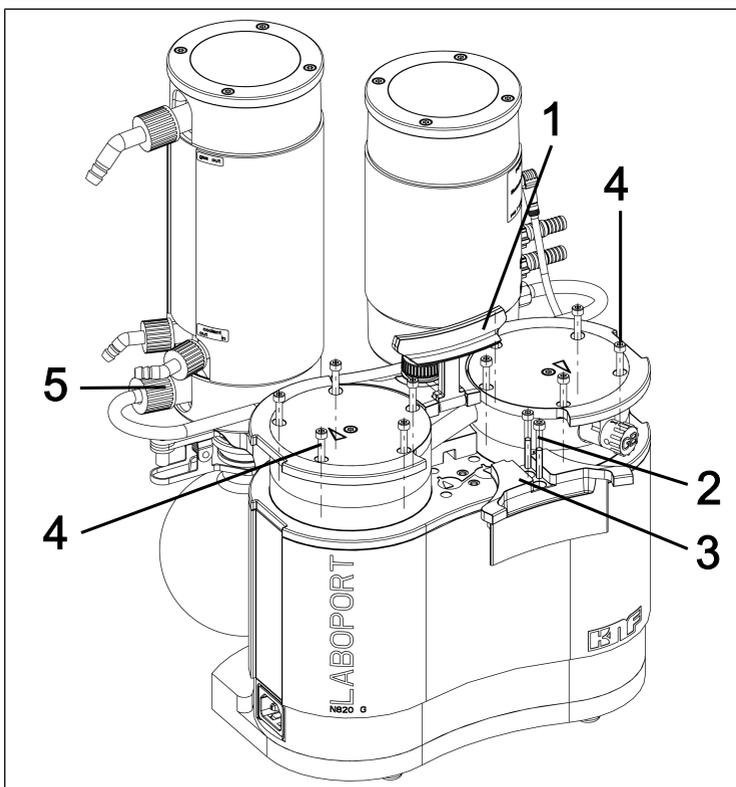
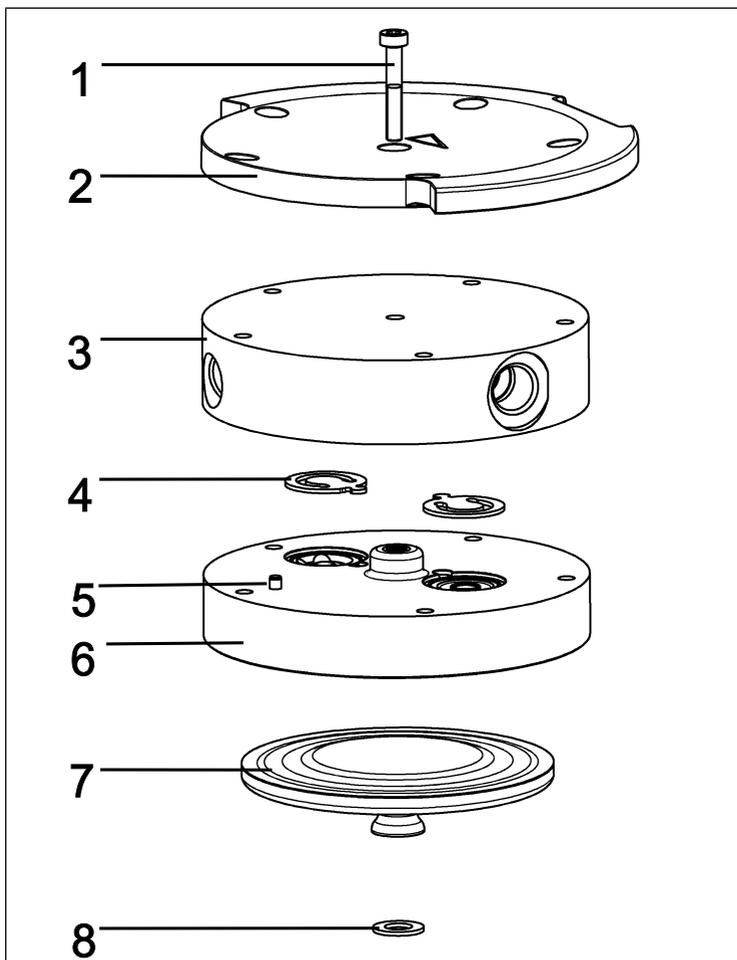

图17: 拆卸手柄面板
图18: 泵头 (图示为泵N820)
4. 从真空系统组件上松开软管连接器（5/图 17）的活接螺母。
5. 将手柄（1/图 17）调至垂直位置。
6. 松开手柄面板（3/图 17）的两个螺栓（2/图 17）。
7. 取下手柄面板（3/图 17）。
8. 松开两个泵头上的10个外部泵头螺栓（4/图 17）。
9. 从两个泵头上取下10个外部泵头螺栓（4/图 17）。
**i** 此时两个内部泵头螺栓（1/图 18）仍保持拧紧状态。
**i** 如无其他规定，以下位置编号基于图 18。
1. 用铅笔连续画线标记压力板 (2)、泵头连接板 (3) 和中间板 (6)。由此避免之后错误安装这些部件。
2. 从泵头上取下外部螺栓 (4/图 17)。
9. 将10个外部螺栓（4/图 17）插入泵头并交叉拧紧（拧紧扭矩：SC820G：4 Nm；SC840G：5 Nm）
**i** 如果外部螺栓（4/图 17）无法插入泵头，请松开内部泵头螺栓（1）并检查泵头连接板（3）在中间板（6）上的位置。
11. 用手拧紧高性能冷凝器（5/图 17）上软管连接器（2/图 1）的活接螺母。
1. 安装手柄面板（3/图 17）。
2. 拧紧手柄面板（3/图 17）的螺栓（2/图 17）（拧紧扭矩：2 Nm）。